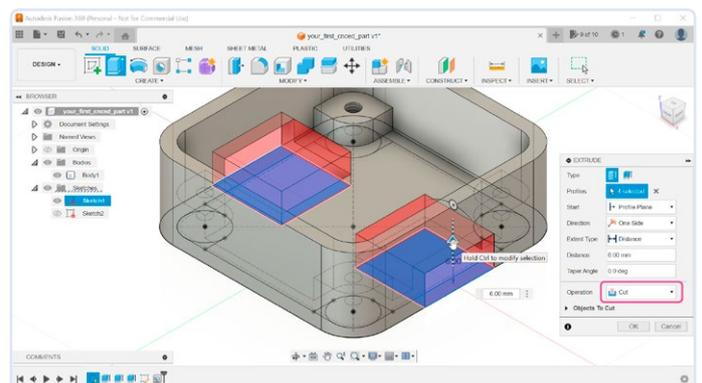

Bild 18. Extrudieren der beiden Ausbrüche.
18) Drehen Sie die 3D-Ansicht, um die Unterseite des Gehäuses zu sehen. Wählen Sie das Werkzeug **Extrude** (Bild 18) und dann die neu erstellten Rechtecke aus. Geben Sie einen Abstand von 6 mm ein, der der Höhe der Stützen entspricht. **Operation** sollte sich automatisch auf **Cut** umstellen.